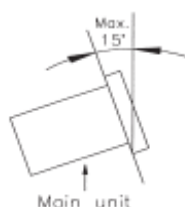

Figura 1
• Il lettore funziona normalmente quando l'unità è montata con il pannello anteriore inclinato di 15 gradi dalla verticale. Se l'unità viene inclinata eccessivamente i dischi potrebbero non essere caricati o espulsi correttamente. (Figura 1)